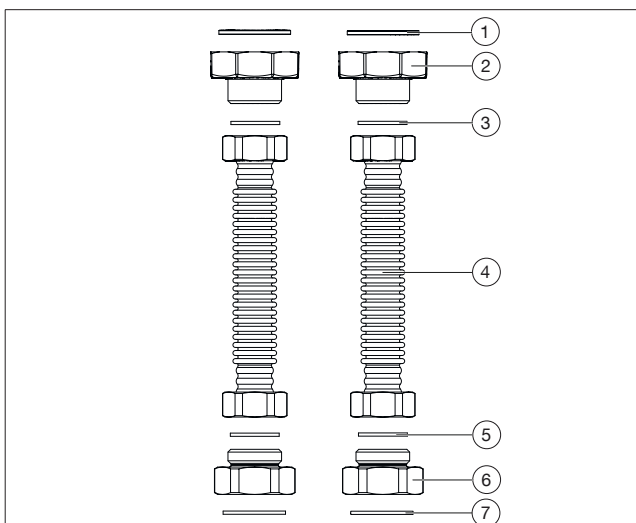
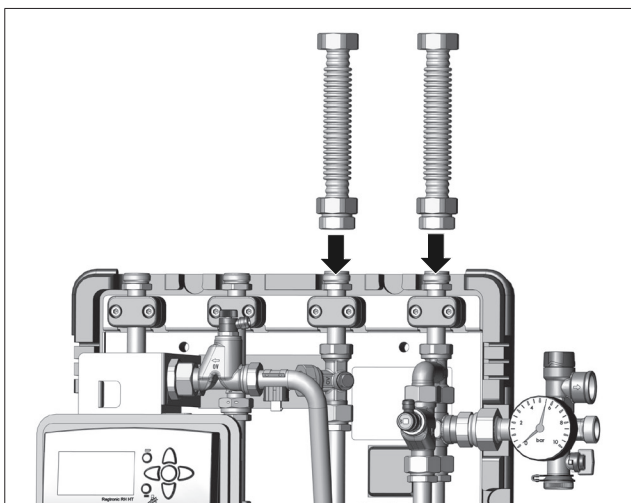

Fig. 36: Configuration du jeu de raccordement
Fig. 37: Vissage du tube de raccordement (raccordement par le haut)
2. Insérer les joints (voir Fig. 36 en page 28 (7)) dans les raccords de liaison (6).
3. Visser à la main les raccords de liaison (6) sur la sous-station.
4. Insérer les joints (3) entre les raccords de liaison (2) et les tubes annelés en acier inoxydable (4) et serrer les composants à la main.
5. Visser à la main les tubes annelés en acier inoxydable (4) sur les raccords de liaison (6). Voir Fig. 37 en page 28.
10. Serrer les raccords (les couples correspondants figurent dans le tableau sous Fig. 36 en page 28).